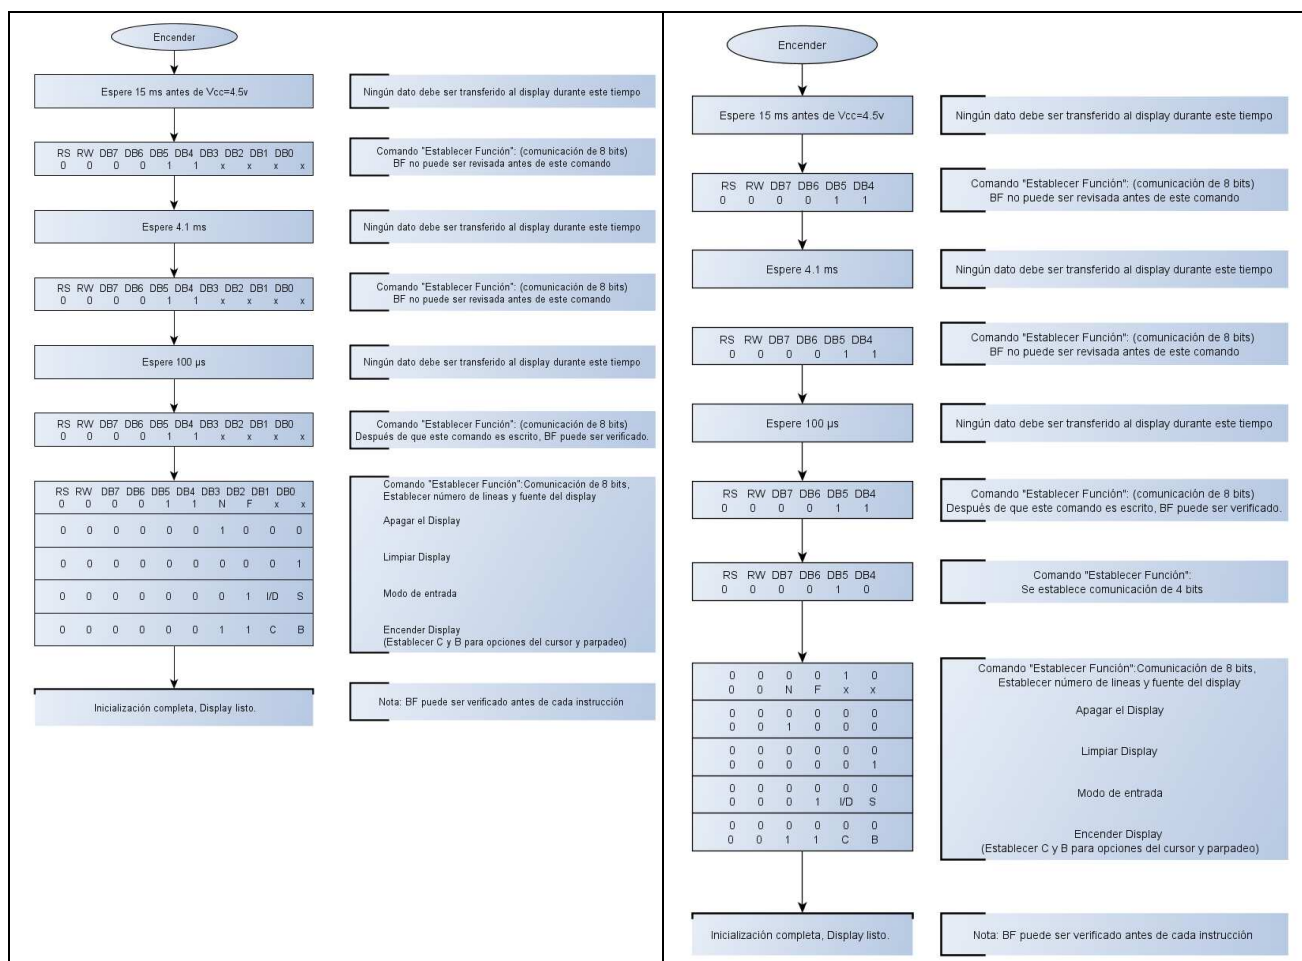

Ilustración 4 Modos de configuración de 8 y 4 bits.
1. Modo nibble o de 4 bits. En este modo de operación solo se usan los bits mas significativos del bus de datos (D7...D4) del LCD para su operación. . Su configuración se realiza de acuerdo al diagrama mostrado en la ilustración 4.
- Modo byte o de 8 bits. En este modo de operación se usan todos los bits del bus de datos (D7...D0) del LCD para su operación. Su configuración se realiza de acuerdo al diagrama mostrado en la ilustración 4.